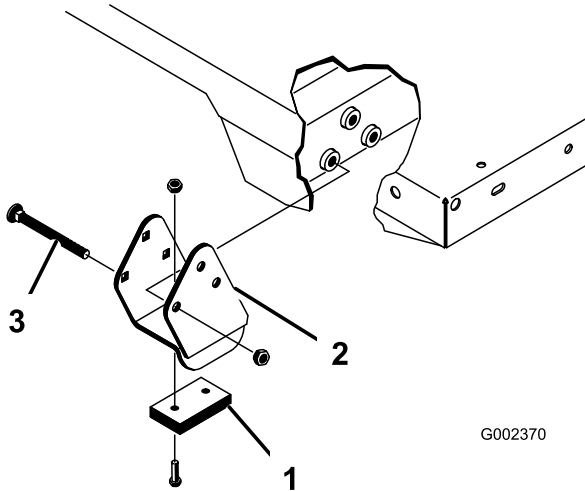

Figura 42
Nota: Assicuratevi che le staffe distanziali e i blocchi di usura (Figura 42) siano montati con le teste dei bulloni a testa tonda posizionate all'interno della macchina.
2. Impostate attentamente il pianale sul telaio della macchina, allineando i fori della piastra di articolazione del pianale posteriore con i fori nel canale del telaio posteriore e montate i 2 perni con testa e gli acciarini (Figura 42).
4. Inserite il perno con testa dall'esterno del pianale, con l'acciarino posto sull'esterno (Figura 42).